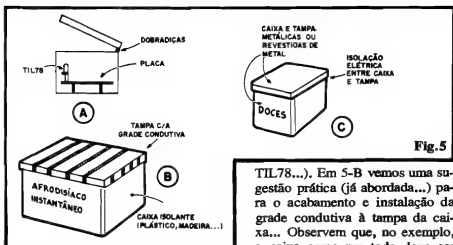

Fig. 5
- **FIG. 5 - DETALHES DA CONSTRUÇÃO FÍSICA DA "CAIXA DE SURPRESA"** - Conforme vemos em 5-A, convém que a placa do circuito seja rigidamente fixada ao fundo da caixa (talvez pelos mesmos parafusos - desde que suficientemente longos - que prendem o transformador...), de modo que a "cabeça" sensora do foto-transistor TIL78 fique apontada para a "boca" da caixa... Isso é fundamental para que o foto-sensor "veja" a luminosidade externa, assim que a tampa é levantada, caso contrário o circuito não funcionará... A bateria (ou suporte com 6 pilhas pequenas) também deve ser rigidamente fixada, com o auxílio de braçadeira, parafusos/porcas... Uma ótima sugestão é "calçar" tudo, dentro da caixa, com pedaços de espuma de nylon ou blocos de isopor (não esquecendo de deixar "livre" o "olho" do